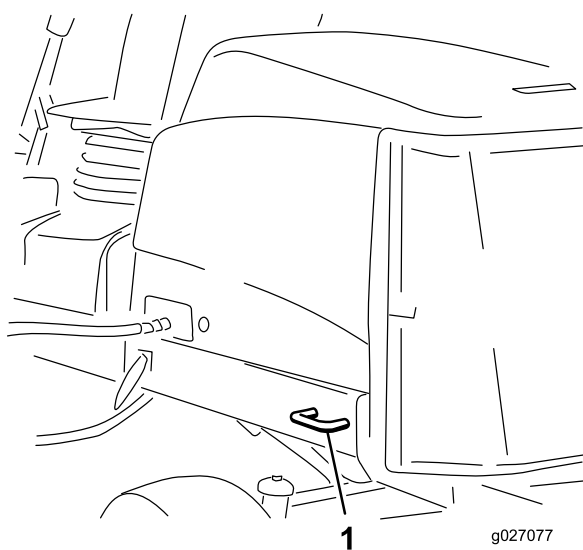

**Figura 37**
5. Utilizzate gli ancoraggi metallici sulla macchina per fissare saldamente la macchina al rimorchio o all'autocarro per mezzo di cinghie, catene, cavi o corde (Figura 37 e Figura 38).
- Anteriore – Foro nel supporto rettangolare, sotto il tubo dell'assale, all'interno delle ruote anteriori (Figura 37)